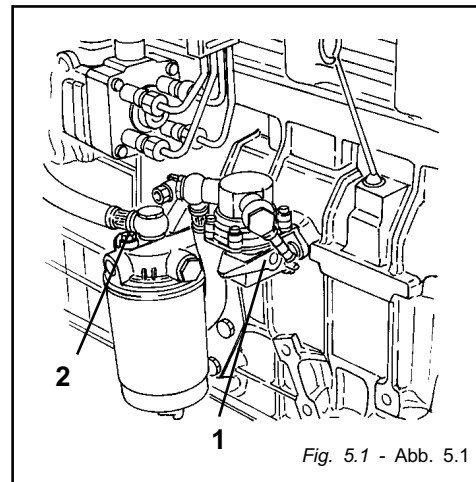

Fig. 5.1 - Abb. 5.1
- Spurgare il filtro combustibile azionando a mano la pompa alimentazione (1 - Fig. 5.1) fino ad ottenere un flusso continuo dalla vite di spurgo precedentemente allentata (2 - Fig. 5.1)
- Purgez le filtre à combustible en actionnant à la main la pompe d'alimentation (1 - Fig. 5.1) jusqu'à obtenir un flux continu par la vis de purge desserrée au préalable (2 - Fig. 5.1).
- bleed air from the fuel filter by operating the fuel pump manually (1 - Fig. 5.1) until you get a continuous flow of flue from the previously loosened bleed screw (2 - Fig. 5.1).
- Entlüften Sie den Kraftstoff-Filter durch Handbetätigung der Förderpumpe (1 - Abb. 5.1), bis der Kraftstoff aus der zuvor gelockerten Entlüftungsschraube (2 - Abb. 5.1) blasenfrei austritt.
- Purgar el filtro de combustible accionando manualmente la bomba de alimentación (1 - Fig. 5.1) hasta obtener un flujo continuo por el tornillo de purga aflojado anteriormente (2 - Fig. 5.1)